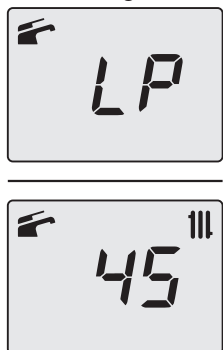

Figura 7.6
- Sul display LCD appaiono le lettere **LP** che si alternano con il valore di temperatura dell'acqua di riscaldamento (es. **45**), indicanti l'entrata nell'attivazione della "funzione spazzacamino" alla potenza minima (Figura 7.6).